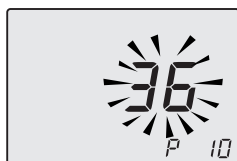

Figura 5.52
- Utilizzando i tasti 12 o 13 è possibile modificare il valore del parametro 10 da **00=0s** a **100=510s** (ogni aumento o diminuzione di una unità sul display corrisponde a 5 secondi). Es. 36=180 secondi. Nel display si alternano la scritte **P10 - Set** (Figura 5.52).